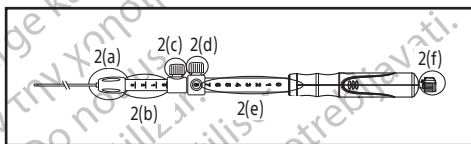

Figura 2.
2. Confermare che l'ago sia completamente represso e che il blocco di regolazione dell'ago (Figura 2(d)) sia saldamente in posizione zero (Figura 2(e)).
3. Determinare la lunghezza appropriata della guaina in base alla lunghezza dell'ecoendoscopio. Usare il blocco di regolazione della guaina (Figura 2(c)) per impostare la lunghezza desiderata della guaina e bloccarla in posizione. Girare in senso orario il blocco di regolazione della guaina per bloccarla in posizione. L'estremità distale della guaina dovrebbe risultare visibile sull'immagine endoscopica.
Nota: i numeri e i segni di riferimento sull'indicatore di regolazione della guaina (Figura 2(b)) sono da intendersi esclusivamente come riferimenti.
6. Continuare a far avanzare il dispositivo fino a quando sarà fuoriuscito dall'ecoendoscopio e la guaina sarà visibile nell'immagine ecoendoscopica. Serrare l'attacco luer (Figura 2(a)) girando in senso orario per collegare il dispositivo alla porta del canale operativo dell'ecoendoscopio.
Nota: se è necessario regolare la lunghezza della guaina, allentare il blocco di regolazione della guaina (Figura 2(c)) e riposizionarlo sul punto di riferimento corretto.
8. Regolare la profondità di penetrazione dell'ago nella posizione desiderata utilizzando il blocco di regolazione dell'ago (Figura 2(d)). Per controllare la profondità di penetrazione dell'ago nel sito target, allentare il blocco di regolazione dell'ago girando la manopola in senso antiorario. Allineare il blocco di regolazione dell'ago con il numero di riferimento adeguato sull'impugnatura del dispositivo. Bloccarlo in sede girando il blocco di regolazione dell'ago in senso orario.
Nota: i numeri e i segni di riferimento sull'indicatore di profondità dell'ago (Figura 2(e)) sono da intendersi esclusivamente come riferimenti. I numeri di riferimento rappresentano l'estensione dell'ago (in centimetri) quando il dispositivo si trova in posizione diritta.
10. Rimuovere lo stiletto (Figura 2(f)) dalla porta di aspirazione del dispositivo allentandolo delicatamente e tirandolo dall'impugnatura del dispositivo.
Nota: lo stiletto può essere avvolto e fissato utilizzando il meccanismo a clip presente sul cappuccio dello stiletto (Figura 2(f)). Lo stiletto può essere conservato per ulteriori passaggi dell'ago durante la stessa procedura.
12. Collegare la siringa in dotazione all'attacco di aspirazione (Figura 2(f)) sull'impugnatura del dispositivo.